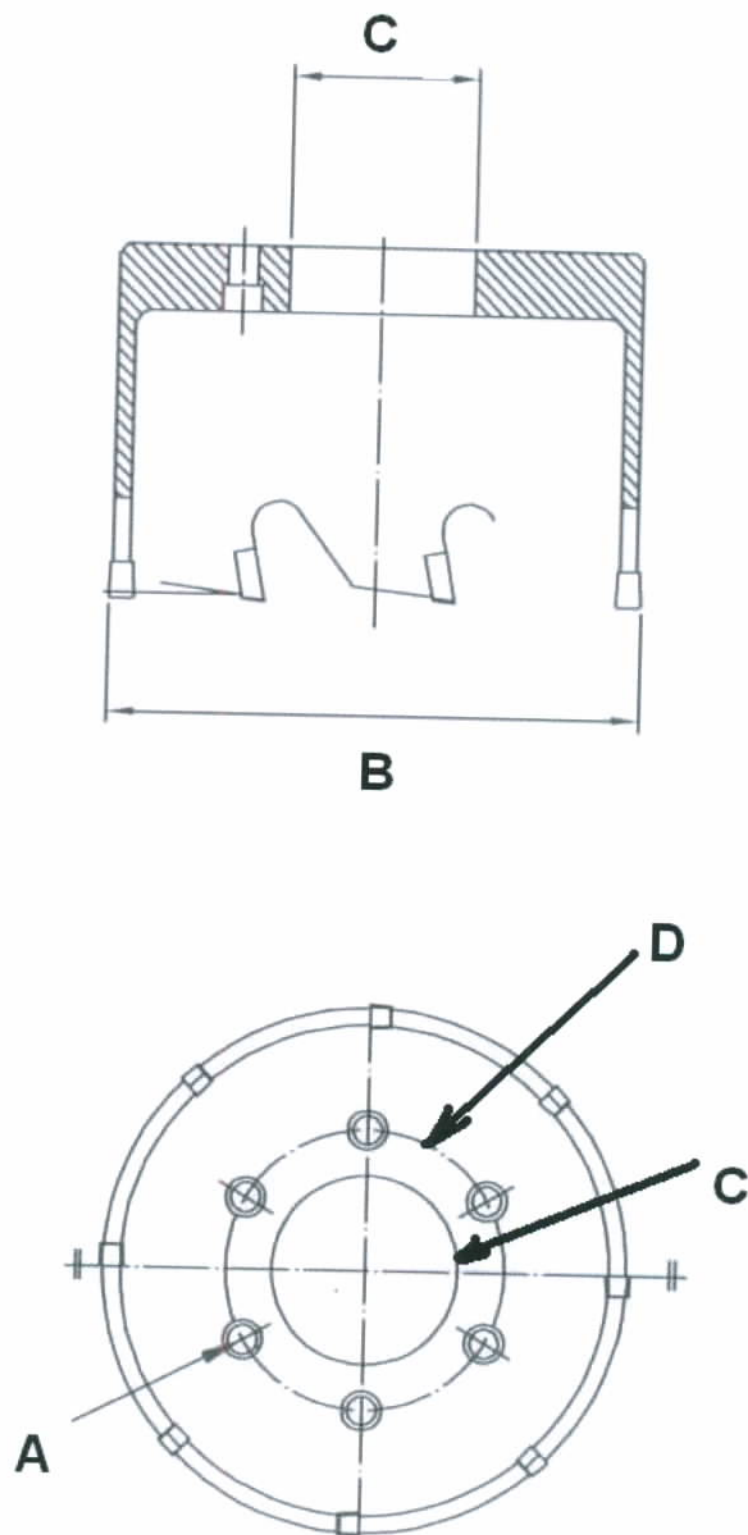

FIG. 1 FORMA CONSTRUCTIVA PENTRU FREZELE DE PERFORARE-
3. Componenta pachet vezi fig. 1: